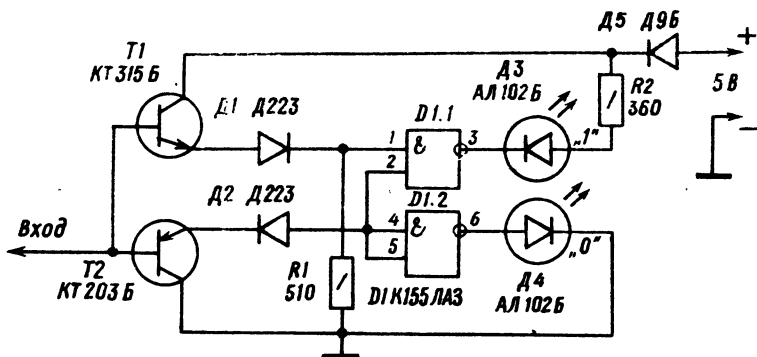

Рис. 94. Логический пробник на светодиодах (вторая конструкция)
*Вторая конструкция.* Схема логического пробника показана на рис. 94. Он собран на светодиодах типа АЛ102Б, индуцирует уровни логического